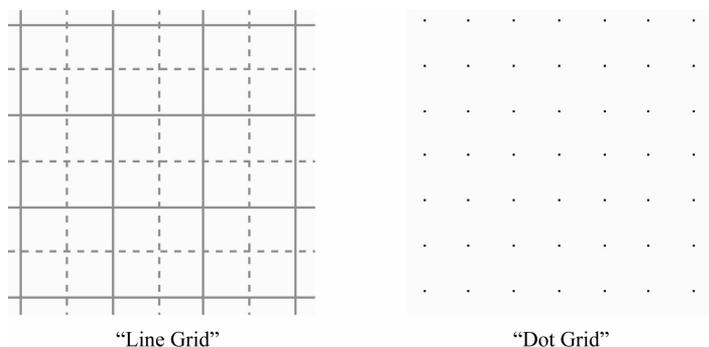

图 4-25 两种网格
(1) “可视化栅格”下拉列表用于设置工作区显示的网格背景类型，Altium Designer 16 提供两种网格类型，分别是“Line Grid”和“Dot Grid”。“Line Grid”由纵横交叉的直线组成，“Dot Grid”由等间距排列的点阵组成，如图 4-25 所示。